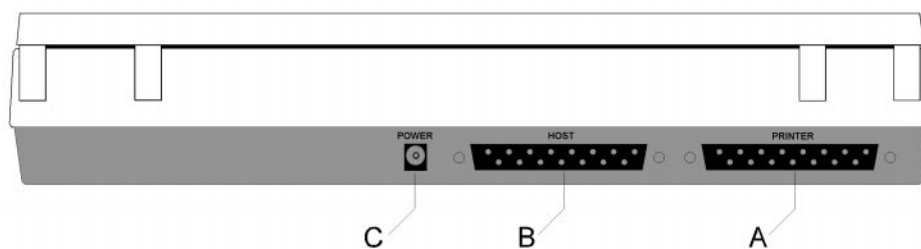

Figura 4: Vista posteriore dello scanner
4. Connettere il cavo della stampante (se disponibile) al connettore 'Printer' posto nella parte posteriore dello scanner (connettore A, figura 4).
6. Connettere l'altra estremità del cavo al connettore 'Host' dello scanner (connettore B, figura 4).
7. Collegare il cavo del trasformatore allo scanner (connettore C, figura 4).
10. Connettere il cavo di conversione EPP-USB al connettore 'Host' dello scanner (vedere figura 4, connettore B).
11. Connettere il cavo del trasformatore allo scanner (figura 4, connettore C).